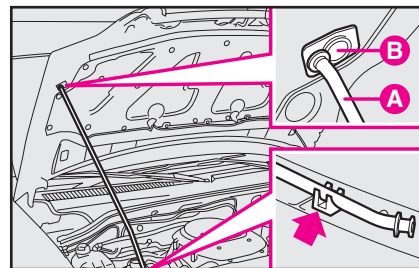

рис. 135
1) Приподняв капот одной рукой, другой выведите штангу **A** (рис. 135) из гнезда **B** и установите её в соответствующих фиксаторах.